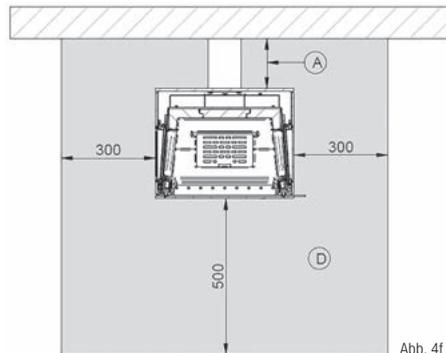

Abb. 4f
2. Vor den Feuerraumöffnungen sind Fußböden aus brennbaren Materialien durch einen Belag aus nicht brennbaren Baustoffen zu schützen. Der Belag muss sich vorn und seitlich über mindestens 500mm erstrecken! (Abb. 4f).